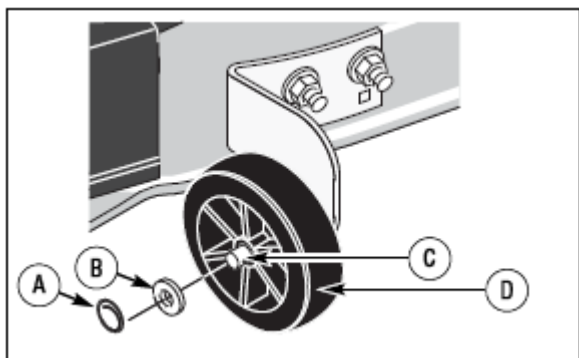

Рис. 32:
1. Снимите копирующие колеса (рис. 32).